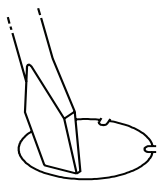
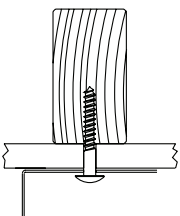

Figure 2
Figure 4
3. **Remove 7/8" knockout** at center of fixture by placing straight blade screwdriver on knockout and striking sharply with hammer (*Always wear safety glasses when hammering*). Remove slug by flexing back and forth with pliers. **See Figure 2.**
4. **With power turned off**, lift fixture Housing (1) to ceiling, centering over outlet box and parallel to walls. Mark ceiling with pencil for mounting holes through (2) 1/4" x 3/8" slots. Drill 1/8" pilot hole at each location.
**If drill encounters ceiling joist**, Hold fixture up to outlet box and pull electrical supply wires into the fixture through the knockout hole. Use wood screw to secure the fixture body to the ceiling joist. **See Figure 4.**
1. Retirer les composants de l'appareil et tout emballage de pièces. S'assurer que toutes les pièces sont incluses. **Voir la Figure 2.**
3. Pour enlever la débouchure appuyer un tournevis sur celle-ci et donner un coup de marteau. (Toujours porter de lunettes de sécurité en utilisant un marateau.) Dégager la rondelle à l'aide de pinces puis l'enlever. **Voir la Figure 2.**
4. Amener le boîtier au plafond, centrer sur la boîte de raccordement. Tracer une marque au crayon à travers les rainures (2) de ¼ po x 3/8 po pour les trous de montage. Percer un trou de 1/8 po à chaque endroit.
Si la perceuse rencontre la solive de plafond, Tenir le luminaire jusqu'à la boîte de sortie et tirer les fils d'alimentation électrique dans le luminaire à travers le trou débouchant. Utiliser une vis à bois pour fixer le corps du luminaire à la solive de plafond. **Voir la figure 4.**